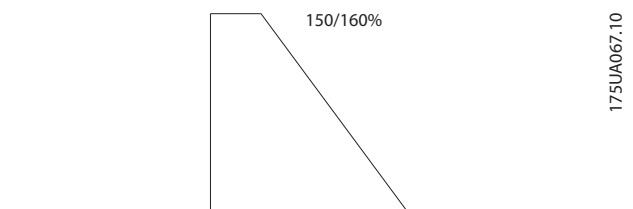

Abbildung 2.1 Horizontale Lasten
- Bremswiderstände für horizontale Lasten (Förderbänder, Laufkatzen, Brückenkrane usw.), siehe *Abbildung 2.1*